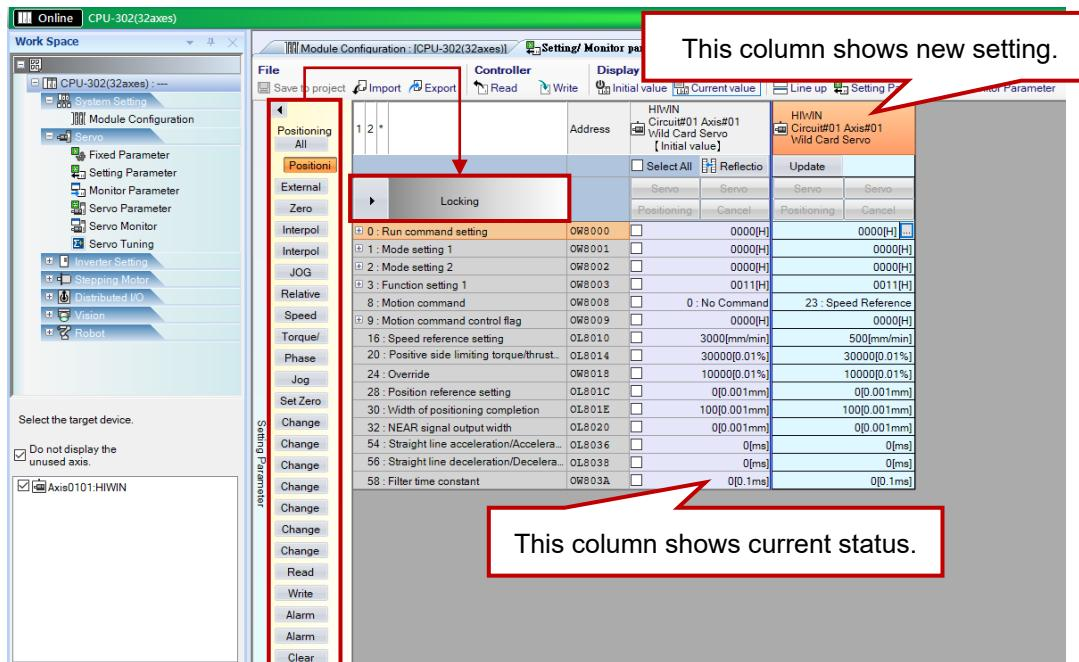

図 3.3.2
- 希望の制御モードを選択した後（ここでは位置決めを例にします）、図 3.3.2～3.3.4 に示すように、ロックをロック解除にドラッグします。